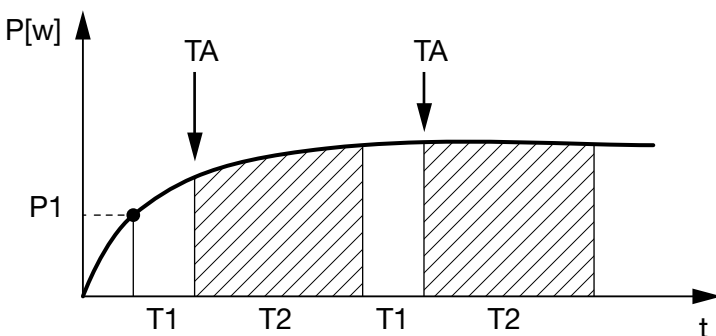
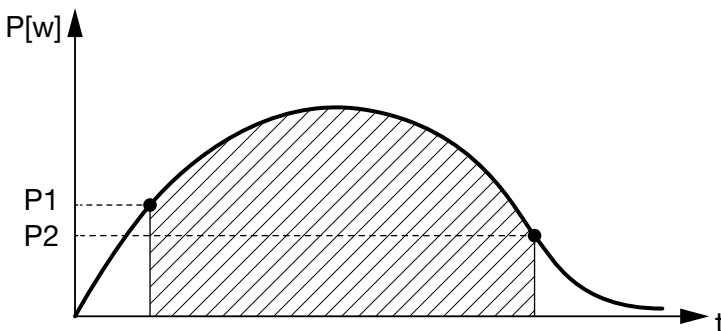

Abb. 66: Kurve Eigenverbrauch (Funktion 1)
Abb. 67: Kurve Eigenverbrauch (Funktion 2)
7. Funktion 1  **Abb. 66** oder 2  **Abb. 67** auswählen.